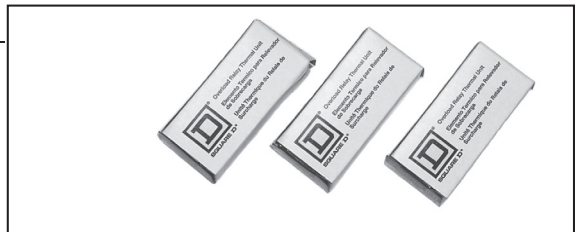

Figura 6- Kit de conversión para 460 voltios – Serie de neumáticos y lubricantes
2. Instale el juego de conversión de 460 voltios, el número de pieza incluido abajo. La bobina y la sobrecarga térmica en el arrancador magnético deben ser cambiados (vea la figura 6).